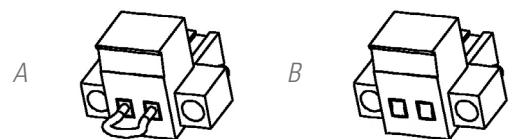

Fig. 14. Conector para o EPO externo.
- Por defeito, o equipamento é enviado de fábrica com o tipo de circuito de EPO fechado (NC). Ou seja, que o UPS realiza o corte de abastecimento elétrico de saída, paragem de emergência, ao abrir o circuito:
- ❑ Também ao retirar o conector fêmea da base onde estiver inserido. Este conector está ligado a um cabo como derivação que fecha o circuito (ver Fig. 14-A).
- ❑ Ou ao acionar o botão externo ao equipamento e de propriedade do utilizador e instalado entre os terminais do conector (ver Fig. 14-B). A ligação ao interruptor deve ser realizada no contacto normalmente fechado (NC), pelo que abrirá o circuito ao ser acionado.